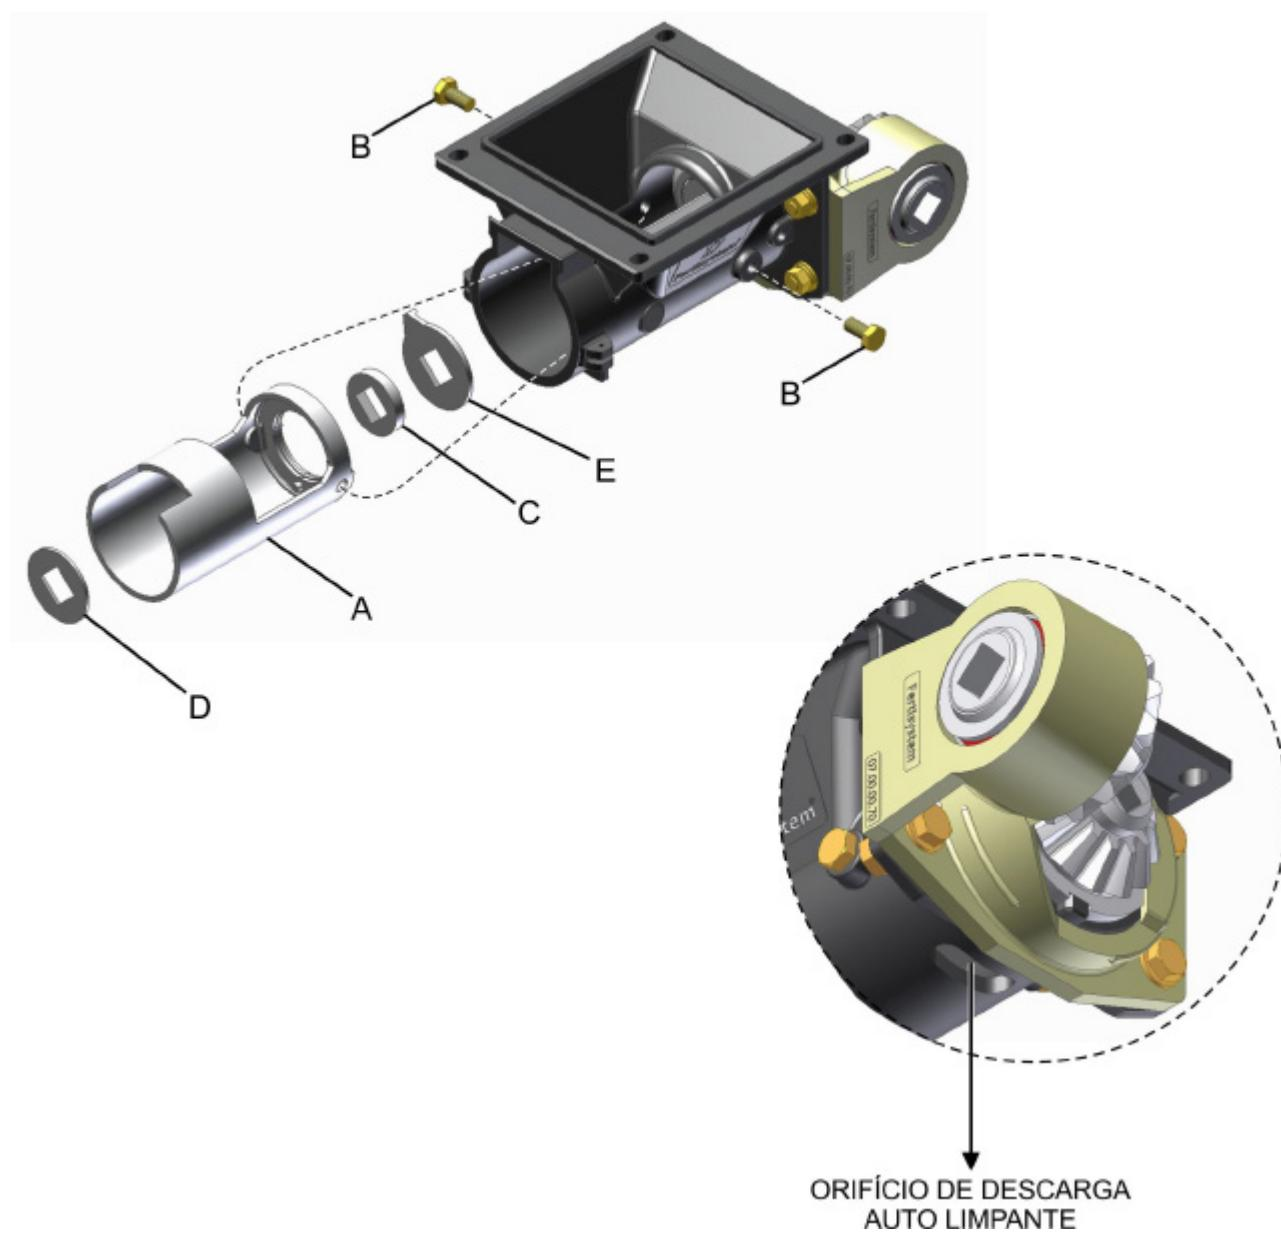

fig. 35
Ao final da safra, verifique o revestimento (A) (fig. 35). Se o mesmo apresentar desgaste excessivo, substitua-o, afrouxando e retirando os parafusos (B). Verifique se há desgaste também no filtro (C), arruela (D) e na arruela de limpeza (E). O desgaste excessivo é verificado quando ocorrer a saída de adubo em grande quantidade pelo orifício de descarga autolimpante, localizado na face inferior do corpo.